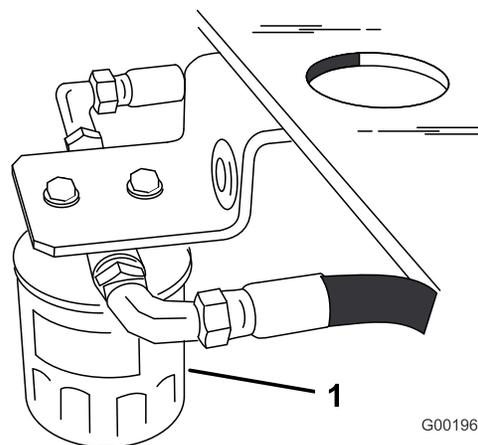

Figura 47
- Localice el filtro debajo del depósito de combustible, y coloque un recipiente debajo del filtro (Figura 47).
- Retire el filtro usado y limpie con un paño la superficie de la junta del adaptador del filtro (Figura 47).